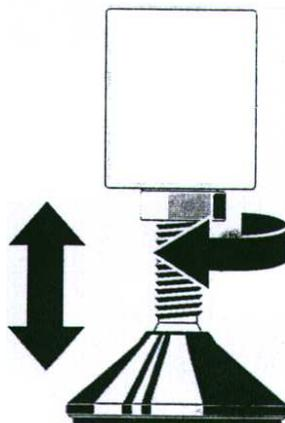

Рис. 1 – Регулирующая гайка
1. Подключите трубу **Е (Рис.1)** для промывочной секции к водяному коллектору или системе рециркуляции воды.